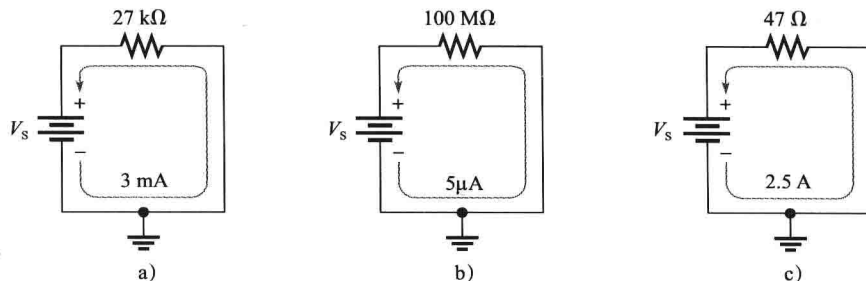

图 3-30 习题 13 图
13. 在图 3-30 所示的电路中, 标出产生指定电流的电源电压。